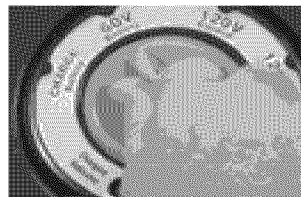

Figure 16 -Faites tourner le commutateur
2. Placez le commutateur de sélection à la position souhaitée. (Voir la Figure 16).